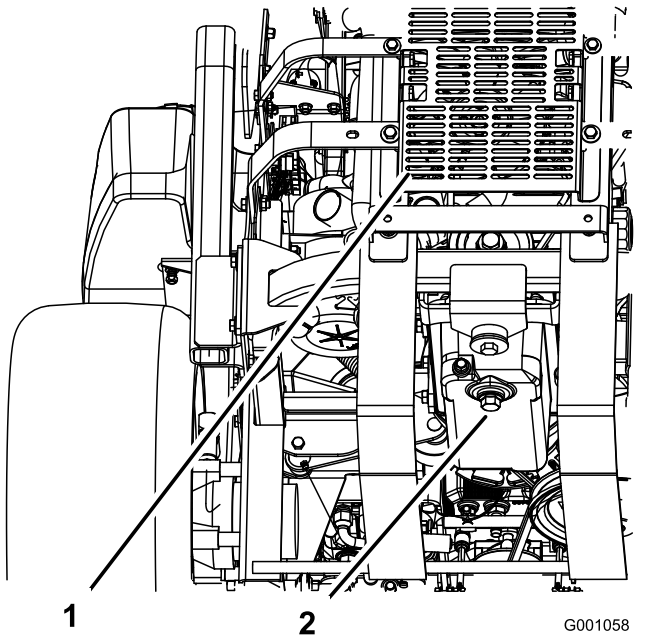

Figura 65
5. Coloque un recipiente debajo del orificio de drenaje de aceite. Retire el tapón de vaciado y deje que el aceite se drene completamente (Figura 65).